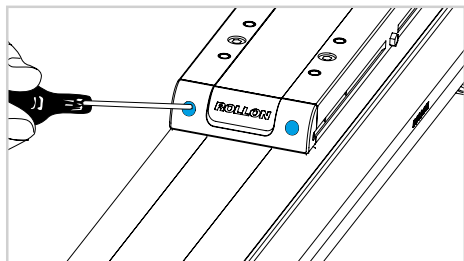

図 2
- 1) フロントネジを緩めて、フロントパネルを両端から取り外します (図 2)。